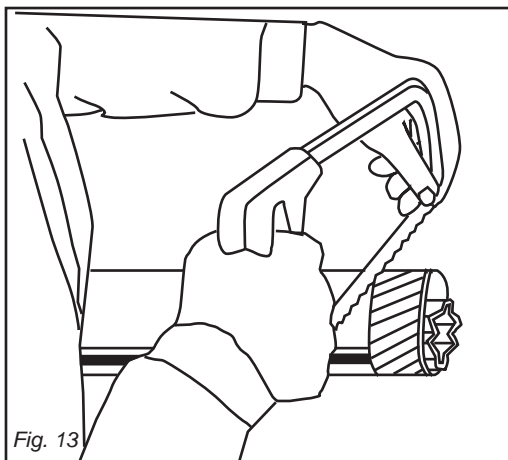
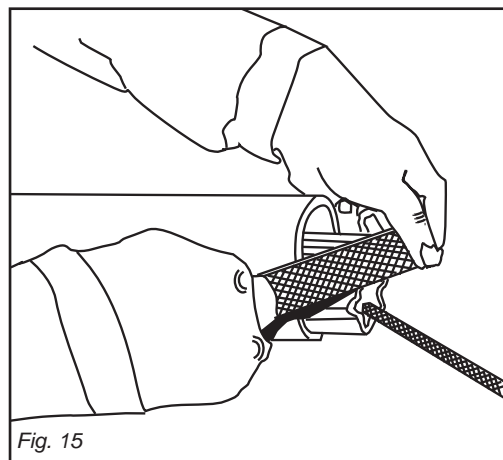
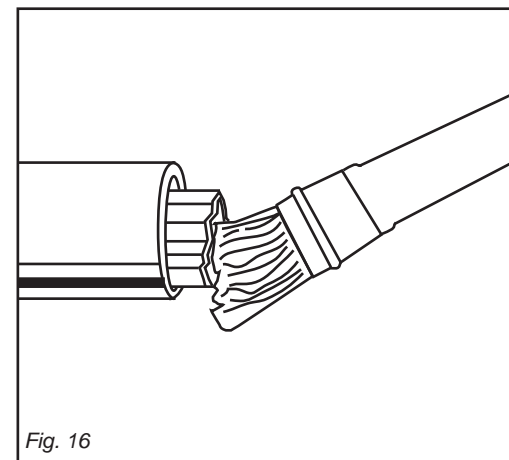

Fig. 13
Fig. 15
Fig. 16
- Shorten the sliding tubes by the same extent (Fig. 13 and 14), deburr and trim (Fig. 15), then grease the inside of the outer tube (Fig. 16).
- Raccourcir les tubes coulissant de la même longueur (Fig. 13 et 14), ébavurer et nettoyer (Fig. 15) puis graisser l'intérieur du tube extérieur (Fig. 16).
- Die Gleitrohre um die gleiche Länge (Abb. 13 und 14) kürzen, sie abraten und reinigen (Abb. 15) und das Innere des Außenrohrs schmieren (Abb. 16).
- Acortar los tubos corredizos en modo uniforme (Fig. 13 y 14), quitar las rebabas y limpiar (Fig. 15) y engrasar dentro del tubo externo (Fig. 16).